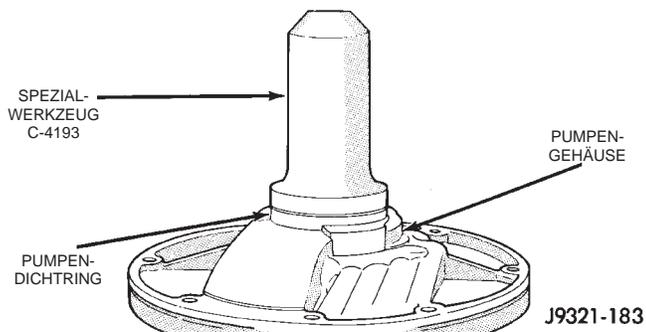

Abb. 130 Wellendichtring/Ölpumpe einbauen
(12) Neuen Wellendichtring mit Spezialwerkzeug C-4193 und Griff C-4171 in die Pumpe einbauen (Abb. 130). Die Dichtlippe des Wellendichtrings muß nach innen weisen.
(13) Neuen Wellendichtring um Pumpengehäuse einbauen. Der Dichtring muß richtig in der Nut sitzen.
(14) Dichtlippe des Wellendichtrings/Ölpumpe und O-Ring mit Getriebeflüssigkeit schmieren.